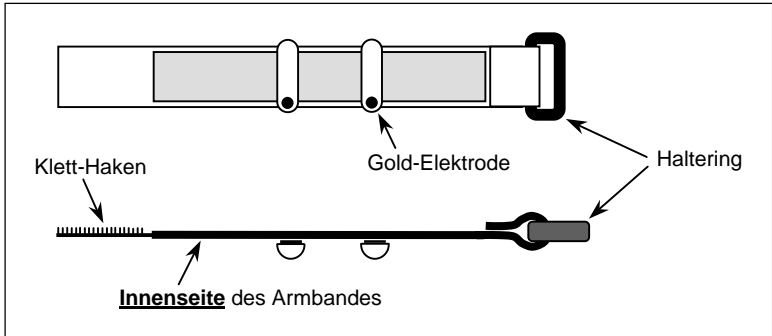
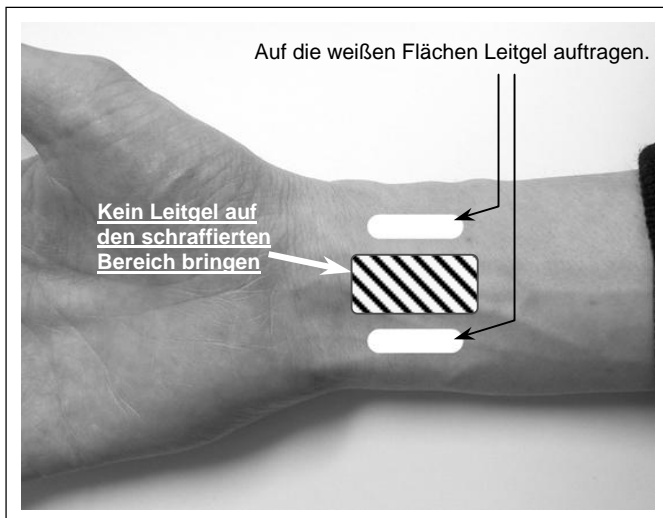

Abbildung 1: Gold-Elektroden auf die Innenseite des Armbandes kletten.
Abbildung 2: Die weißen Flächen geben die Lage der Pulsadern an.
- 1. Schritt:** Beide Gold-Elektroden etwa mittig auf die **Innenseite** des Armbandes kletten (**Abb. 1**), und zwar im Abstand der Pulsadern (**Abb. 2**).
- 2. Schritt:** Eine ca. erbsengroße Menge Leitgel auf jede der beiden weiß markierten Flächen auftragen und etwas verreiben (**Abb. 2**). Halten Sie den schraffierten Bereich zwischen den Elektroden frei von Leitgel.